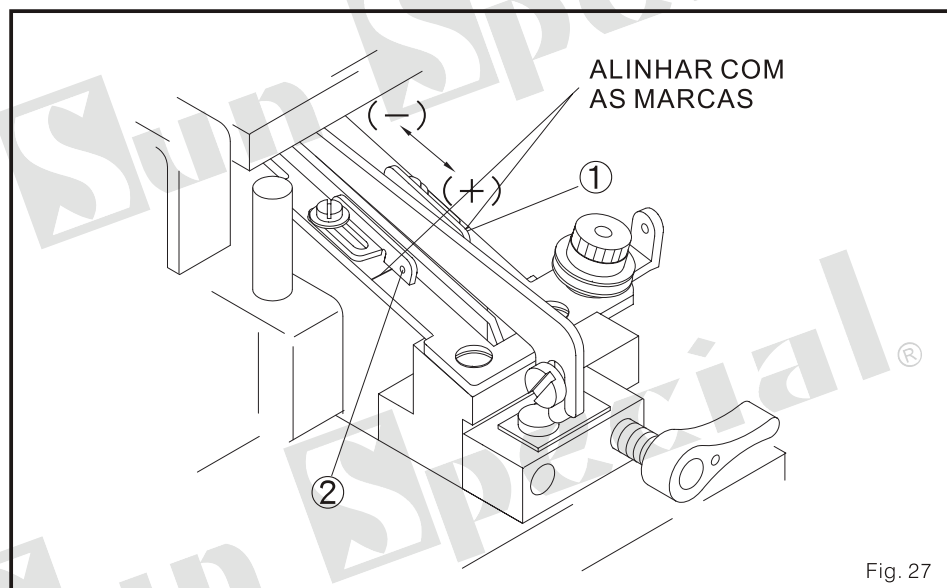

Fig. 27
1. juntar as duas faixas de fio, 1 e 2, com respeito às marcas no apoio para alinhar de fio com as casas de botão dos guias em uma único fio. (Fig. 27)